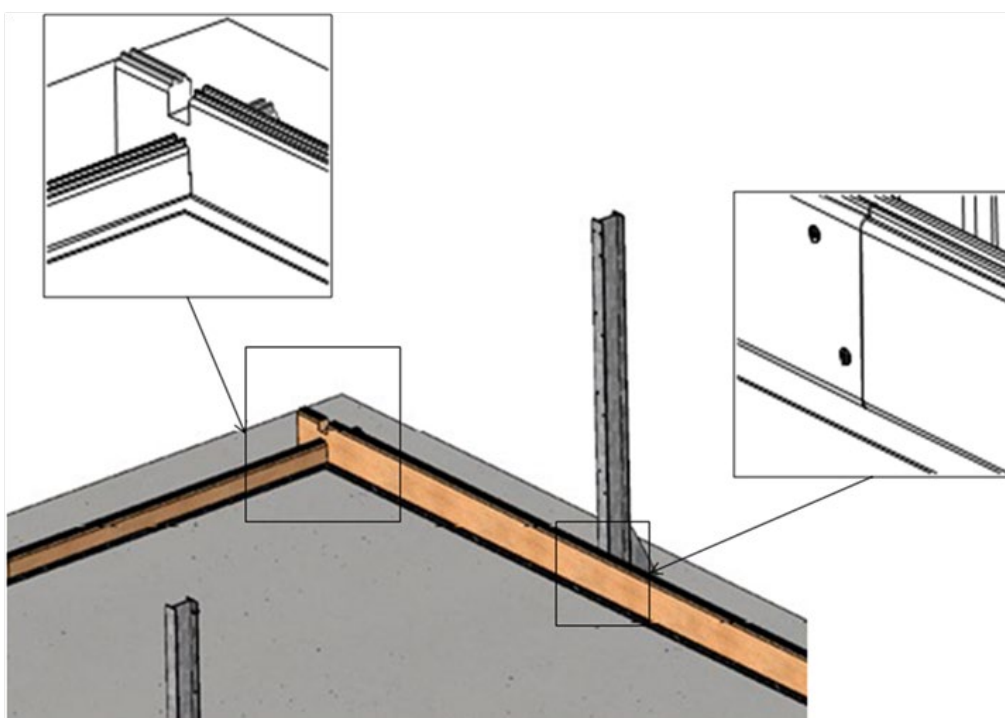

Abbildung 10 – Verkantung der Bohlen untereinander
- untereinander, wie in **Abbildung 10**, beschrieben mithilfe von 2 Schrauben pro Lamellenpaar und auf beiden Seiten mit einer Höhe von je 10 Lamellen, also insgesamt 80 A4 Edelstahl- Senkkopfschrauben 5 × 40 mit Torx-Gewinde bis 25 mm (Pack C);